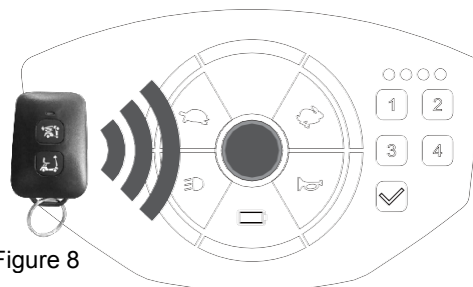

Figure 8
- Pour déverrouiller, placez la télécommande RF à côté du panneau (placez-la près de l'interrupteur d'alimentation pour obtenir les meilleurs résultats de lecture) (figure 8).